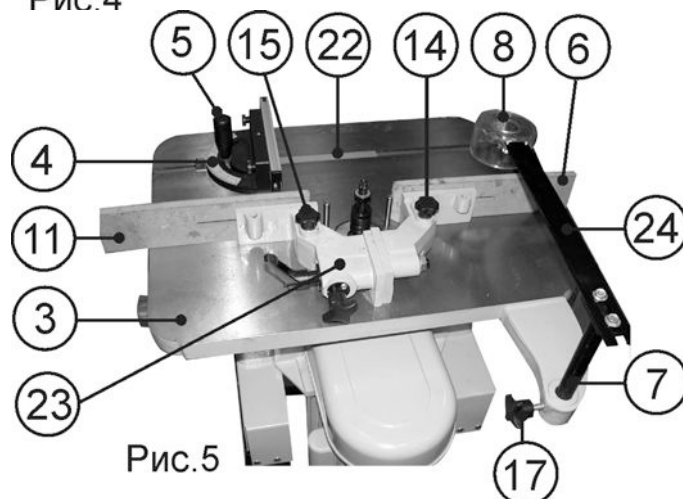

Рис.5
8.2.2. Используя шайбу (Р) Рис.1 на скользящей планке (22) установить и ручкой (5) закрепить направляющую скоса (4) Рис.5.
- 8.4.1. Используя крепёжные детали (Е) Рис.1, стойку защитного колпака (7), штангу (24) и защитный колпак (8) соединить в один узел Рис. 5.
- 8.4.2. Стойку защитного колпака (7) вставить в гнездо на рабочем столе (3), зафиксировать фиксирующим винтом (17) Рис. 5.